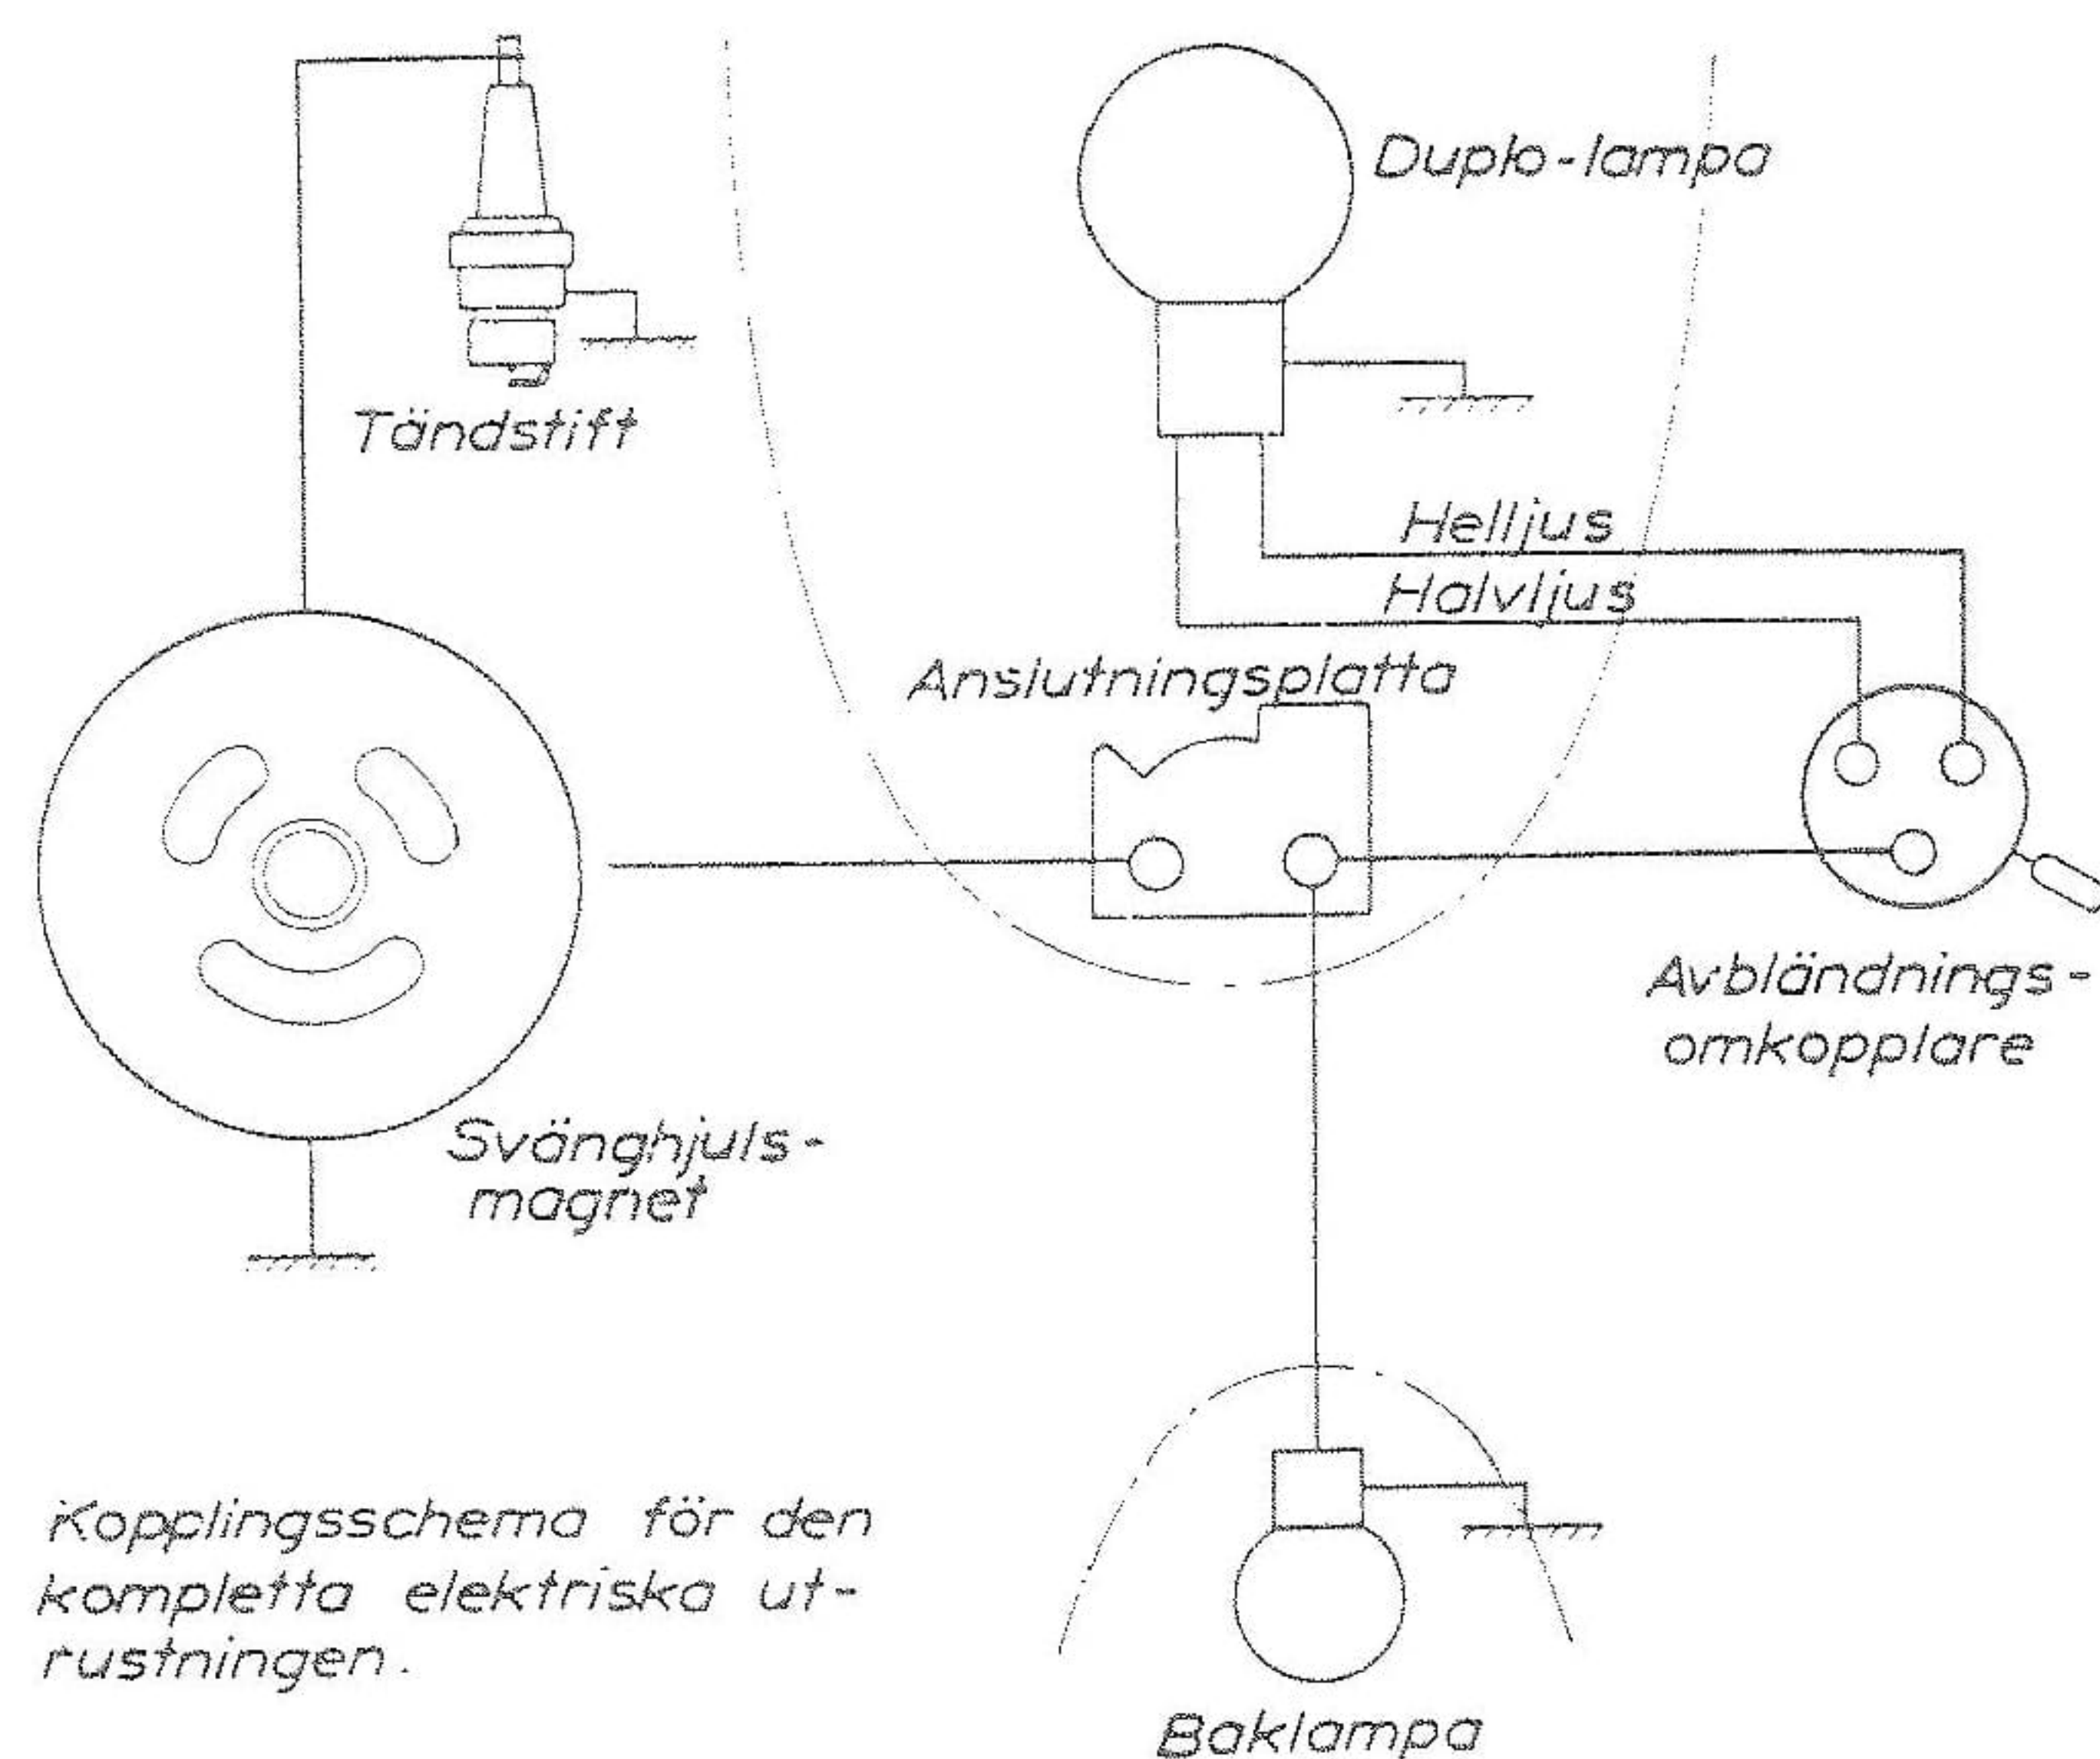

Fig. 7
3. Att någon kabelisolering skadats, så att kabeln får jordledning. Kopplingsschema för den elektriska utrustningen, se fig. 7.